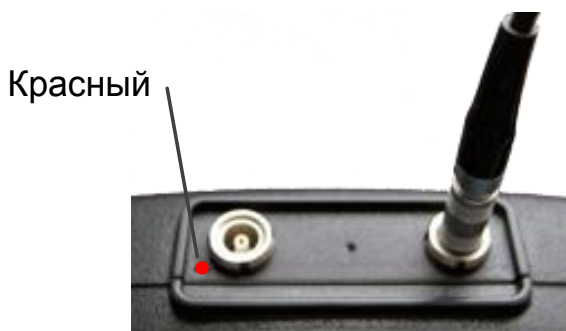

Рисунок 2
- Совмещенные преобразователи (тип S) подключаются с помощью одинарного кабеля LEMO-LEMO к немаркированному разъему (рисунок 2).